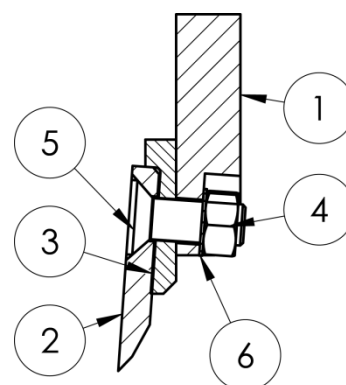

Abbildung 15
11. Setzen Sie die Klingen mit neuen Schrauben, Unterlegscheiben und Muttern in der in Abbildung 15 gezeigten Reihenfolge ein.